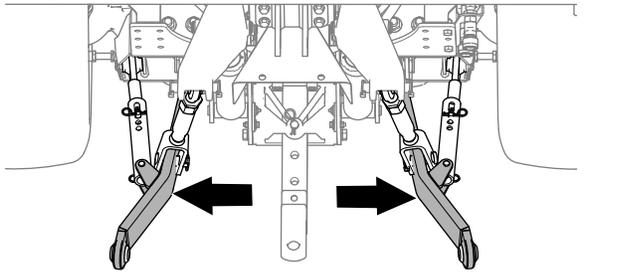

図 26
4. スタビライザアーム 図 26 を外側一杯に出す牽引車両のオペレーターズマニュアルを参照。